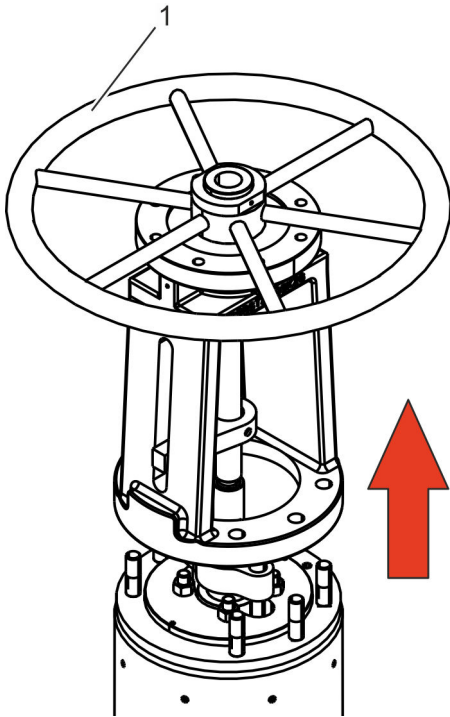

Abb. 25: Bügelaufsatz abnehmen
7. ➤ Handrad (Abb. 25/1) in Schließrichtung betätigen.